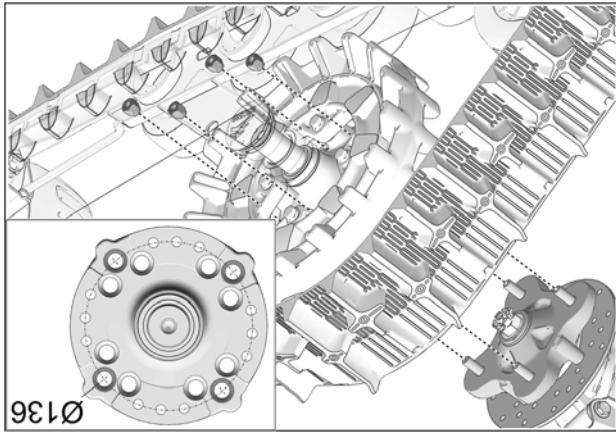

Fig. 21
11. Fixer le système de traction au moyeu de roue avant. Utiliser le cercle de perçage de Ø136mm et les écrous de roue d'origine du véhicule. Fig. 21